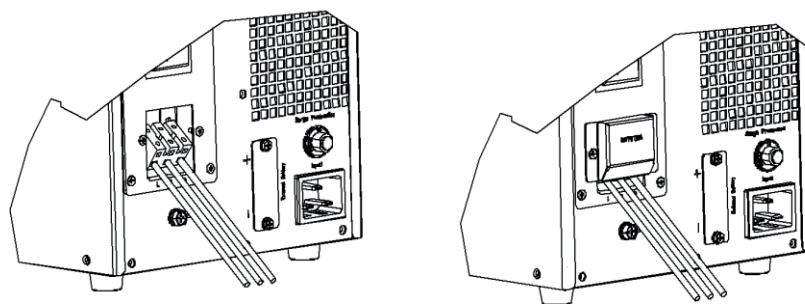

Рисунок 4. Выходная клемма модели 3кВА
**Кроме использования розетки в качестве выхода, модель HE11003(H)S также оснащена выходной клеммой для нагрузки, ток которой превышает 10А, смотрите Рисунок 4:*